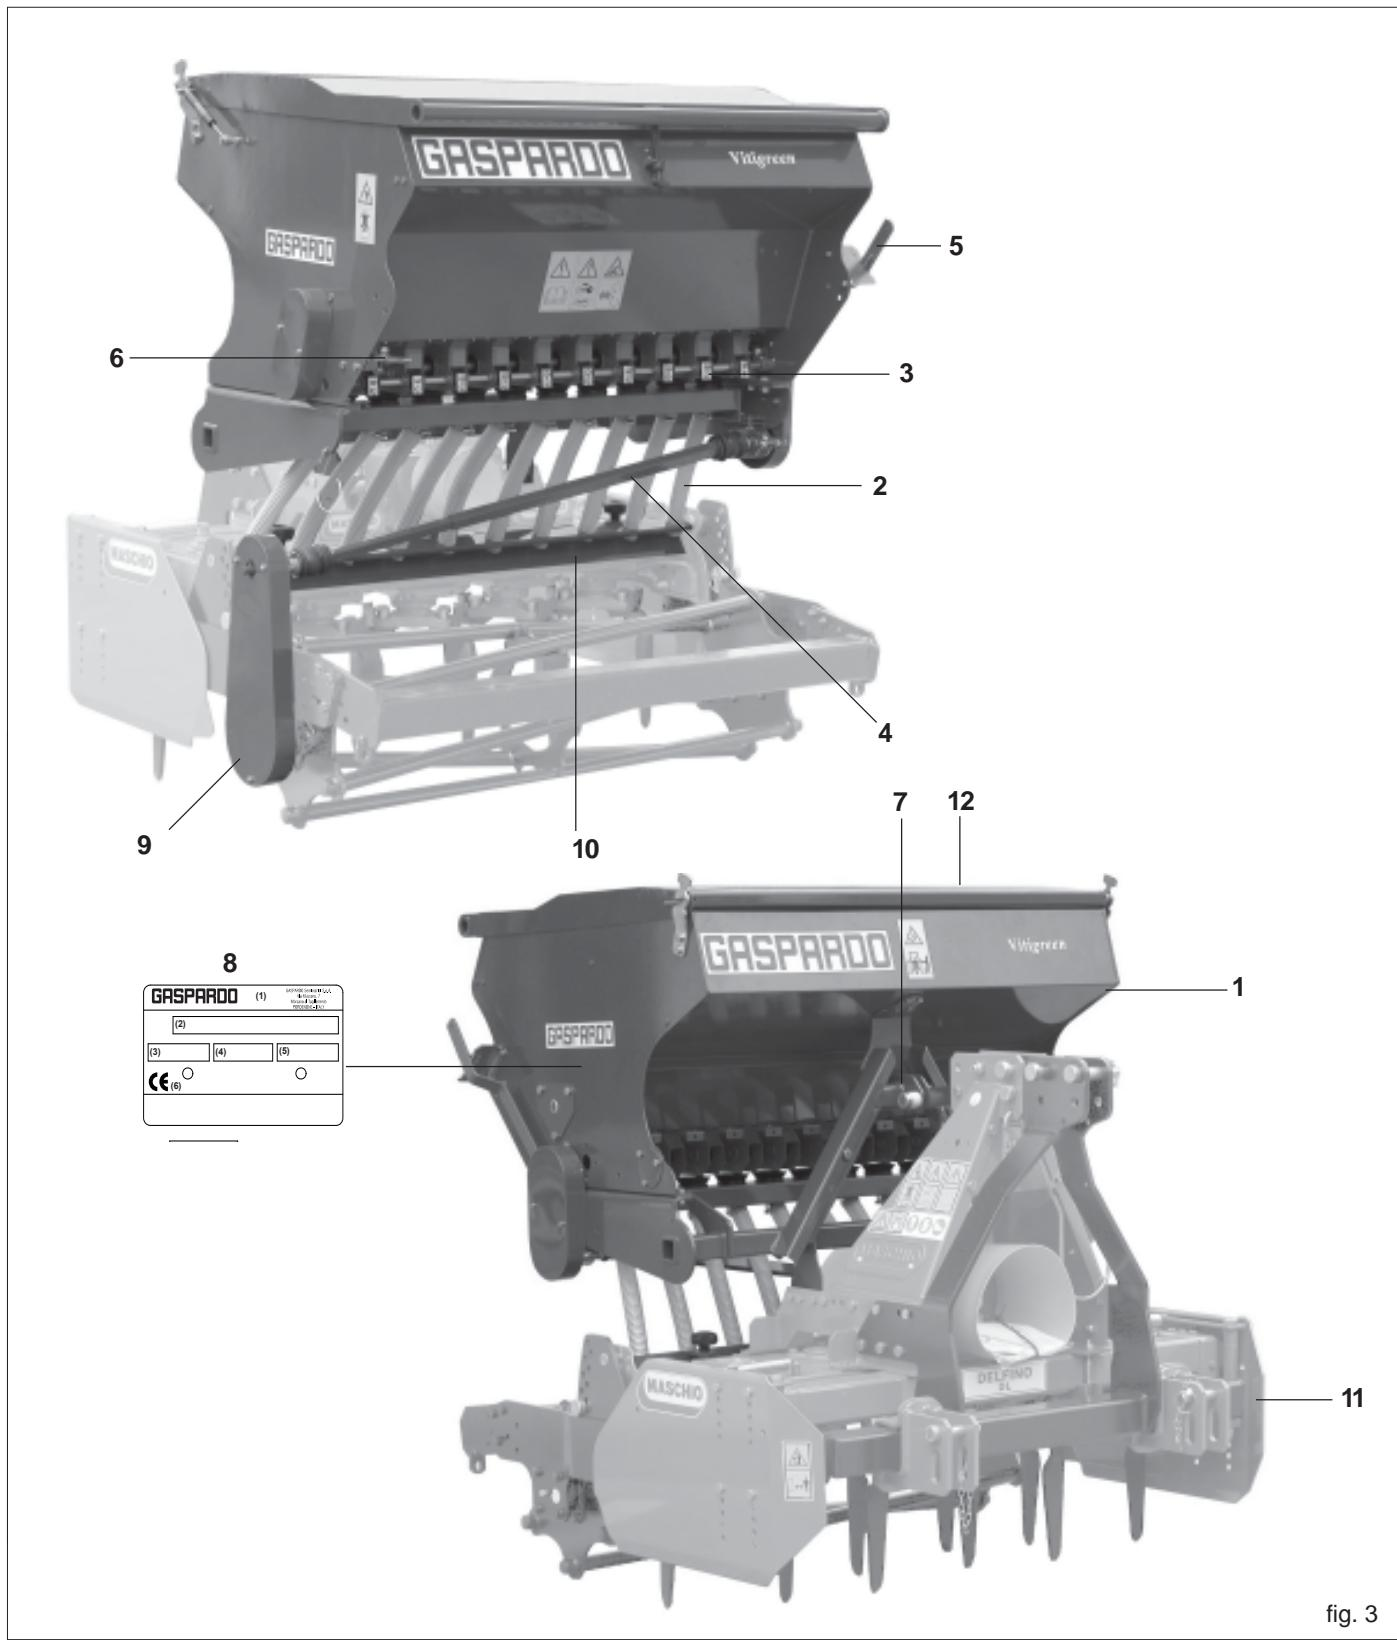
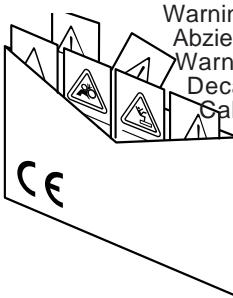

fig. 3
fig. 4
Das Maschinengewicht kann dem Identifizierungsschild (8 Abb. 3) entnommen werden. Zum Ausrichten der Maschine das Seil spannen. Die Seillänge muß zur Ausbalancierung der Ladung angepasst werden. Die Anschlusspunkte sind durch das graphische «Haken»-Zeichen gekenn-zeichnet (7 Abb. 4).
1.7 ZUSAMMENFASEND (Fig. 3)
Die beschriebenen Signale sind an der Maschine angebracht (Abb. 4). Sauber halten und wechseln, falls sie abfallen oder unleserlich werden. Die Beschreibung aufmerksam lesen und die Bedeutung der Signale gut dem Gedächtnis einprägen.